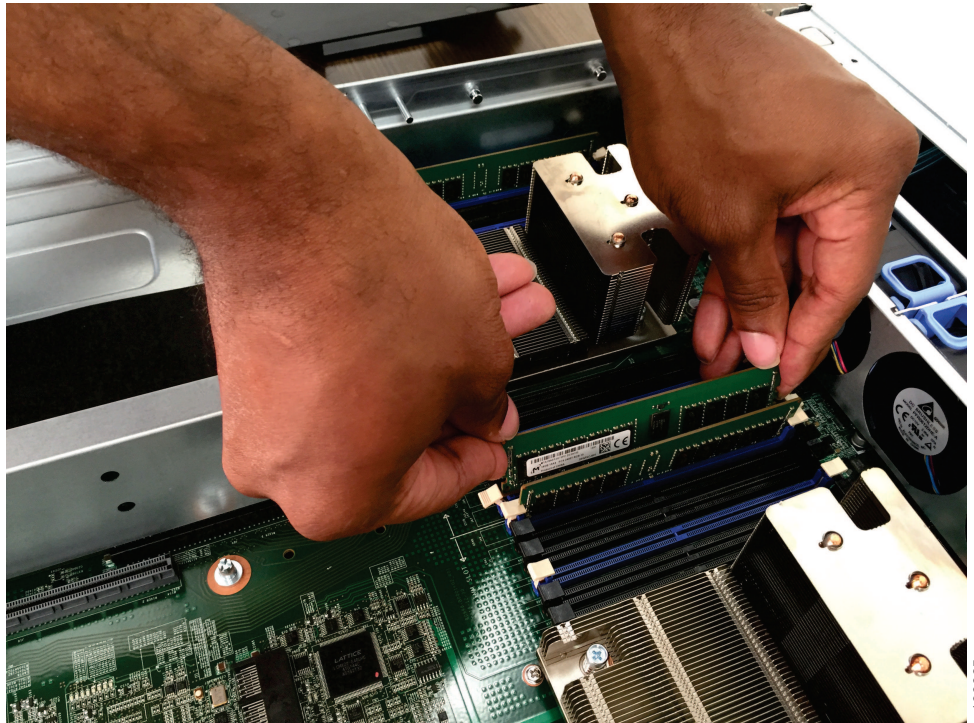

Figura 115. Instalando o DIMM
6. Insira o DIMM no conector alinhando as bordas do DIMM com os slots nas extremidades do conector DIMM, conforme mostrado na Figura 115. Pressione com firmeza o DIMM diretamente para baixo no conector, pressionando ambas as extremidades do DIMM ao mesmo tempo. Os cliques de retenção se encaixam na posição travada quando o DIMM é assentado firmemente no conector.